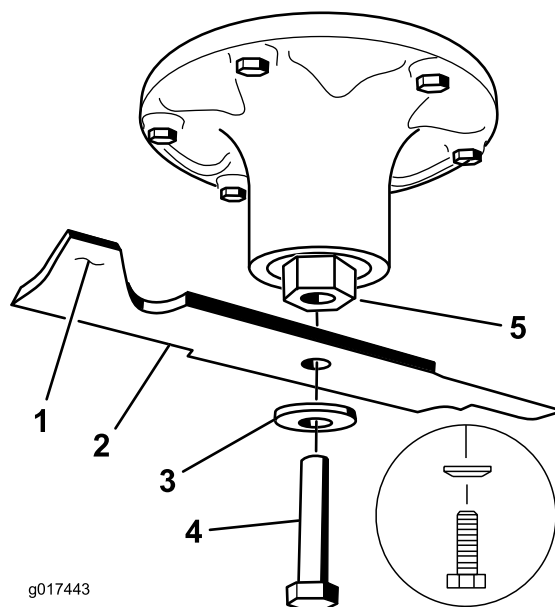

Figure 10
Important: La partie relevée de la lame doit faire face à l'intérieur du tablier de coupe (Figure 10).
1. Pour maintenir l'axe, placez une clé à fourche (1-1/2") sur son extrémité hexagonale (Figure 10).